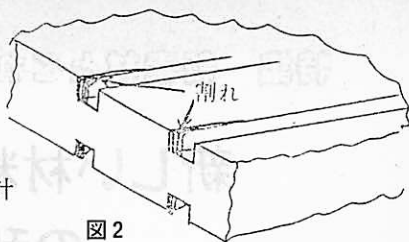

図2
- ①木口削りで溝割れが起きる (図2)。
- ②木目がはっきりしないため、組織の学習で利用できない。
- ③自由製作の設計では、溝の位置を考えて設計することが難しい。